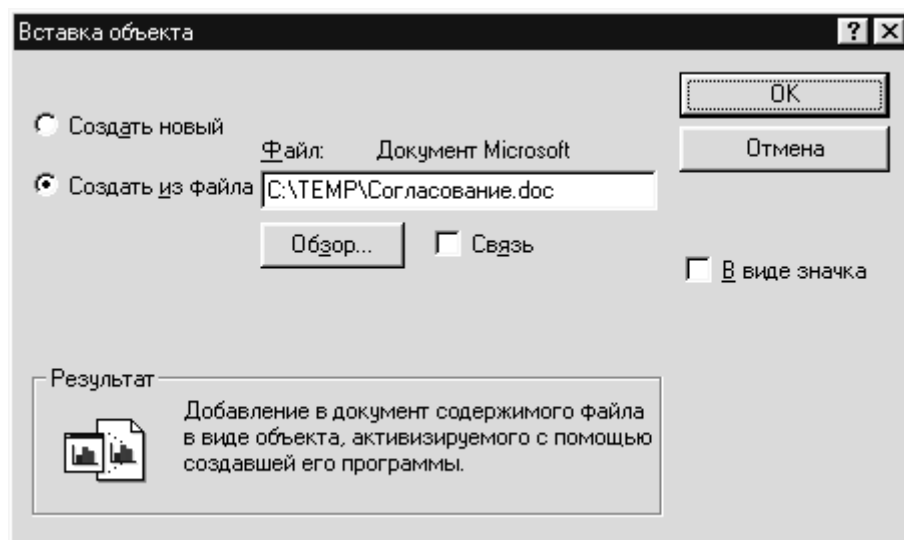

Рис. 88. Диалоговое окно создания нового OLE-объекта из файла
- ✧ Выберите в нем переключатель “Создать из файла” (рис. 88).
- ✧ Окно “Обзор” закроется и снова активизируется окно, показанное на рис. 88.
Операции по связыванию OLE-объекта с целым файлом на диске отличается от операций, описанных на стр. 101 в разделе “Внедрение существующего файла” только установкой флажка “Связь” (см. рис. 88 на стр. 102).